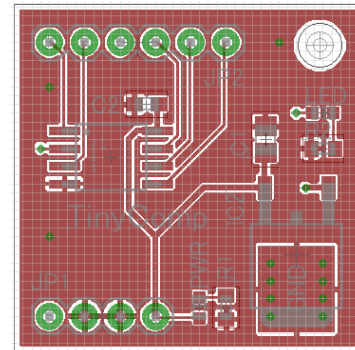

図 34
- ①  Ratsnest コマンドをクリックするとベタ・グラウンドが表示されます。図 34
- ② ベタ・グラウンドを点線にもどすには `ripup @;` とキー入力します
- ③ Bottom, Top のレイヤーを交互に非表示にしてベタ・グラウンドの回り込みの様子を確認します。